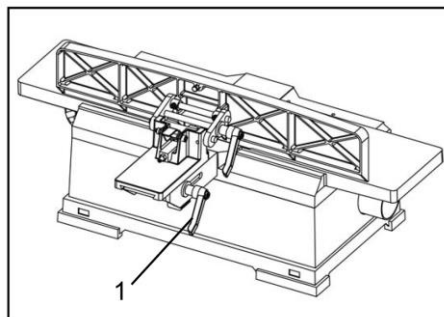

Рисунок 20
2. Ослабьте рукоятку перемещения упора (1, рисунок 20).